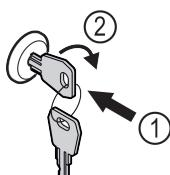

Fig. 160
- Пъхнете ключа. Fig. 160 (1)
- Завъртете го на 90° по посока на часовниковата стрелка. Fig. 160 (2)